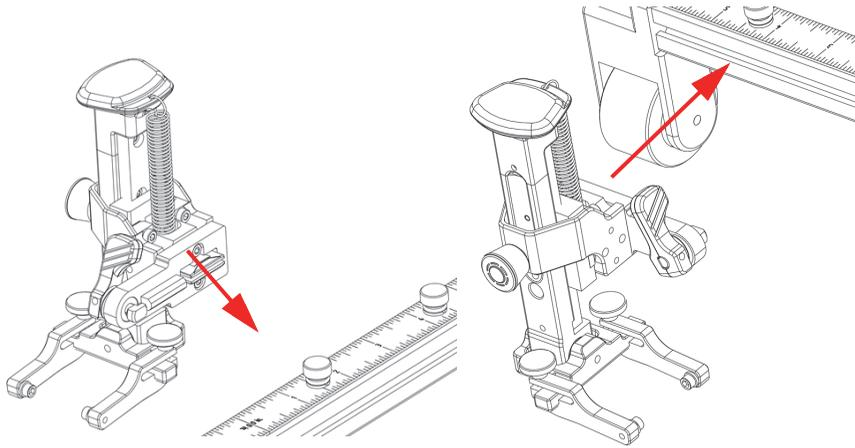

図 2-11 プロブホルダーとレールの溝との位置合わせ
2. プローブホルダーとレールの溝が互いに水平になるように位置合わせします（42 ページの図 2-11）。